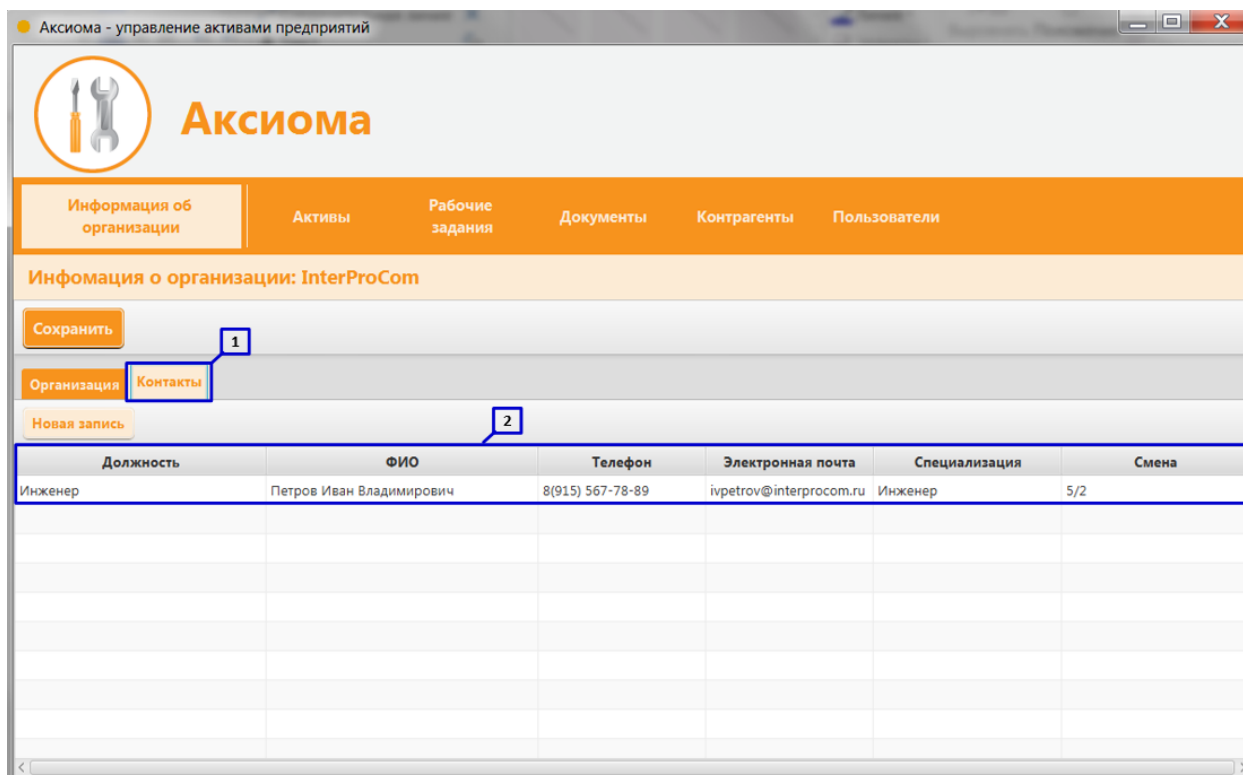

Рисунок 5. Раздел «Информация об организации» вкладка «Контакты»
2. Вкладка «Контакты» – отражает информацию о сотрудниках организации (**Рисунок 5 пункт 1**). При переходе на вкладку открывается список всех введенных в систему персоналий. Список представлен в следующем формате: Должность, ФИО, Телефон, Электронная почта, Специализация, Смена (**Рисунок 5 пункт 2**).